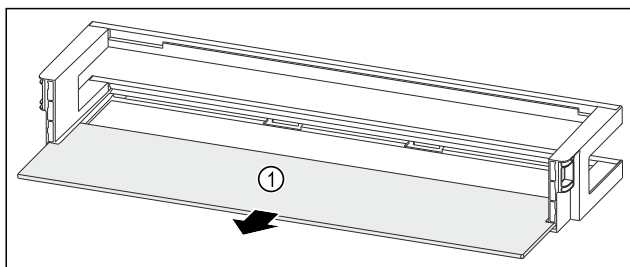

Fig. 238 Лотки на дверцятах з полицею
- Дістаньте полицю Fig. 238 (1).